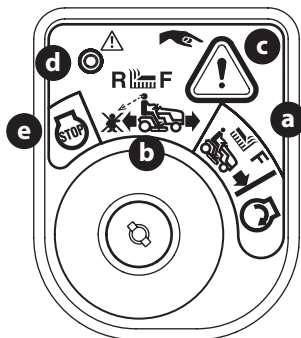

Figura 20
2. Gire la llave de la posición CORTE NORMAL  (a) a la posición MODO PRECAUCIÓN MARCHA ATRÁS  (b) del módulo de encendido (Figura 20).
3. Oprima el BOTÓN DE MARCHA ATRÁS  (c) en el ángulo superior derecho del módulo de encendido. La luz indicadora roja (d) que está en el ángulo superior izquierdo del módulo de encendido se mantendrá ENCENDIDA mientras está activada (Figura 20).
5. Siempre mire hacia abajo y hacia atrás antes y mientras se desplaza marcha atrás, para verificar que no haya niños cerca. Luego de volver a desplazarse hacia adelante, vuelva la llave a la posición de CORTE NORMAL  (a) (Figura 20).